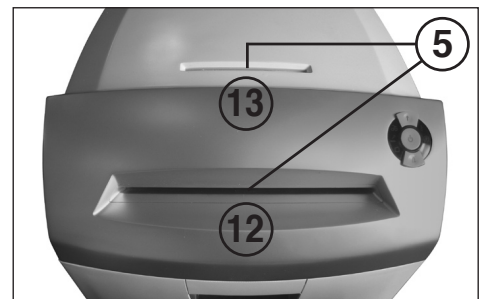

Fig. 3
- 5 = **Fotocell (Framåtkörning) (Fig. 3)**
- 12 = **Inmatningsöppning papper (Fig. 3)**
- 13 = **Säkerhets-inmatningsöppning (Fig. 3)**
Skjut in papper till skärverket genom inmatningsöppningen (12) (Fig. 3).
**Datamedia** (CD, DVD eller kreditkort) ska skjutas fram till skärverket ett och ett genom den separat placerade säkerhets-inmatningsöppningen (13) (Fig. 3).